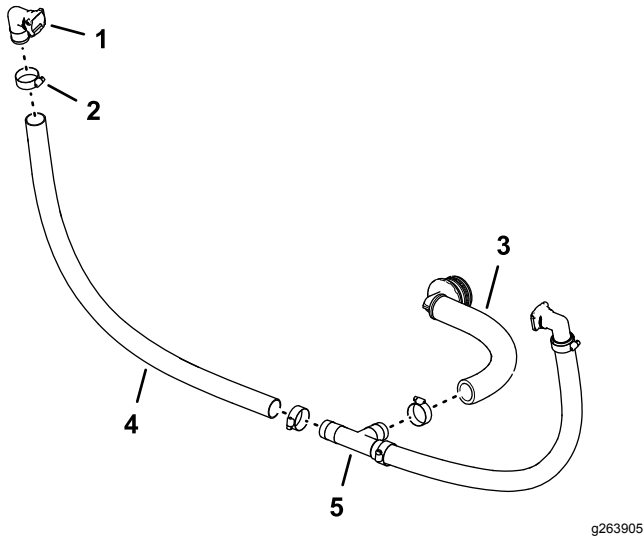

図 92
- 90° クイックコネクティングソケット — 1"をホース1 x 26"に入れ、ホースクランプで図 92のようにホースを固定する。
- ホースの自由端を、図 92のようにT字フィッティングに接続し、ホースクランプで固定する。
- バーブ付き 90°フィッティングとホースのアセンブリを、T字フィッティングに取り付け、ホースをクランプで固定する図 92。